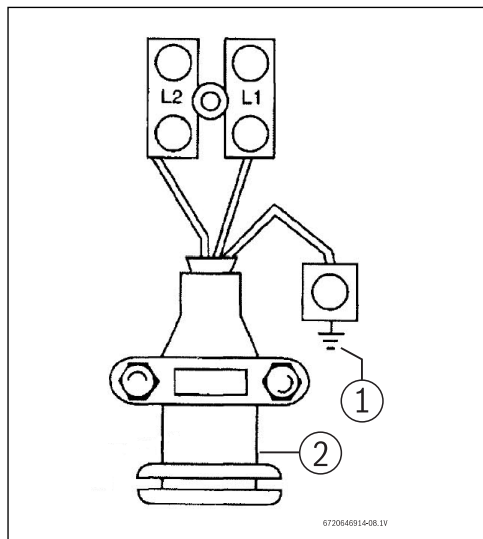

Fig. 3 Borne de câbles
- Relier les câbles au bornier et à la borne de (Fig. 3 ):